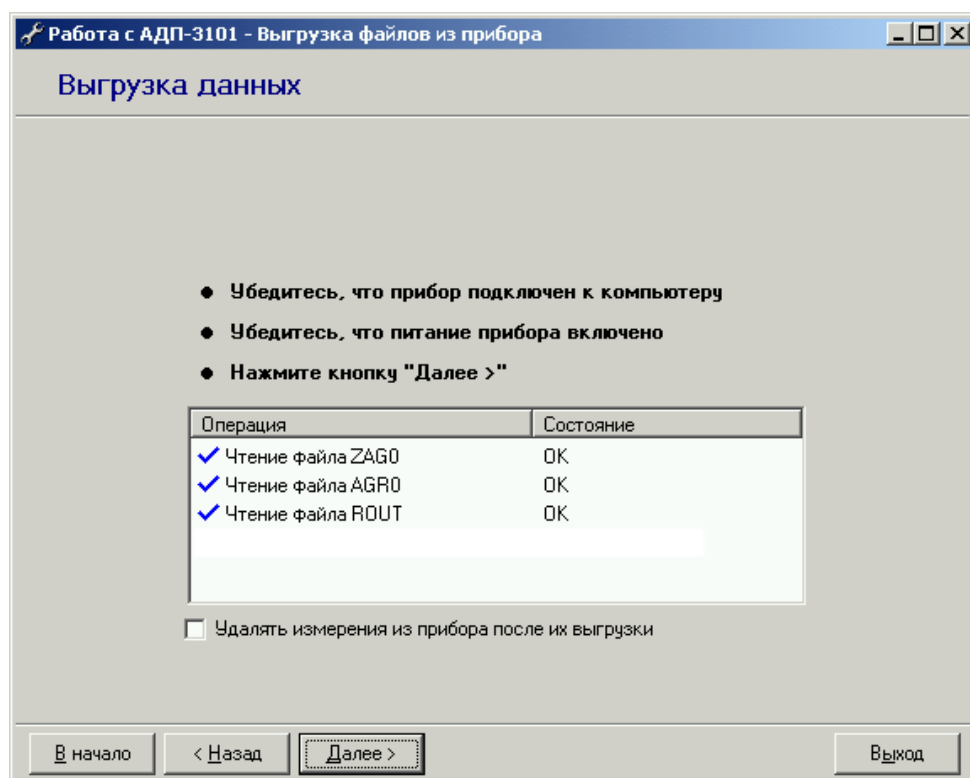

Рис. 23. Выгрузка данных из прибора
4. При появлении окна "Выгрузка данных" (рис.23) включить питание прибора и нажать кнопку **"Далее >"**.